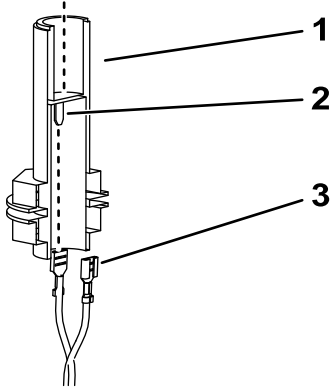

Figure 4
6. Branchez les connecteurs libres du faisceau sur les cosses plates du connecteur à douille du gyrophare (Figure 4).